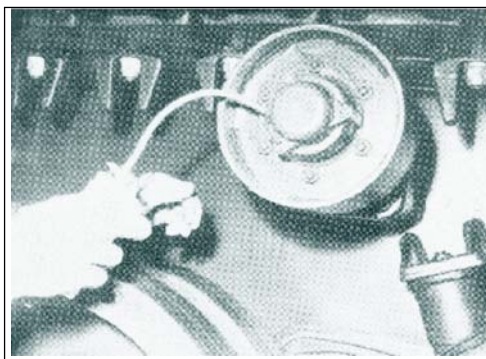

Fig 6-4. Lubrificação dos rodetes de apoio
(1) são em número de quatro e servem para suportar o peso da lagarta. São fixados alternadamente externamente e, internamente, são revestidos de borracha e montados de forma solidária ao chassi;
(2) possuem um bujão de controle de lubrificação localizado lateralmente, comporta em seu interior 0,25 l de óleo SAE 15W40. (Fig 6-4)